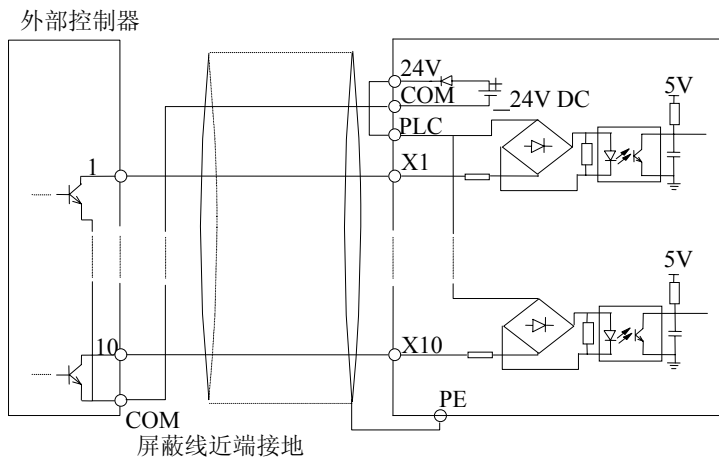

图 2-22 使用变频器内部+24V电源的源极连接方式（S2R4GB~3004GB仅有X1~X5）
- 1) 使用变频器内部+24V电源，外部控制器为NPN型的共发射极输出的连接方式，如图2-22所示。